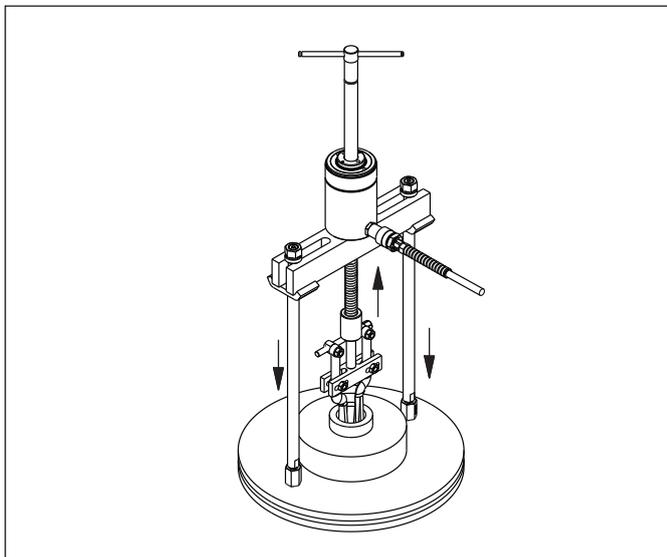

Рис. 15, Съемник-хомутом для подшипников с насадкой для обойм подшипников (типичная конфигурация)
- Установите съемник на снимаемый подшипник. Выровняйте ножки съемника и захваты съемника обоймы подшипника. См. Рис. 15.